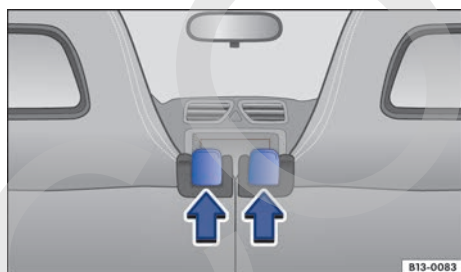

Fig. 66 En el respaldo del asiento trasero: teclas de desbloqueo de los respaldos del asiento trasero.
- Presione la tecla de desbloqueo → fig. 66 hacia delante y, al mismo tiempo, abata el respaldo hacia delante.